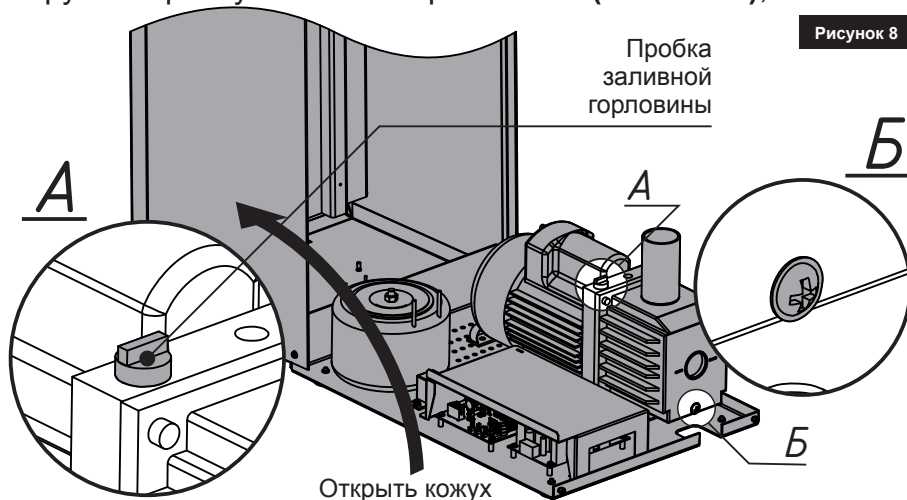

Рисунок 8
3. Откройте кожух вакуумного упаковщика (см. Рис. 8) по направлению стрелки;
4. Открутите пробку заливной горловины **А** (см. Рис. 8);
4. Открутите винт сливного отверстия **Б** (см. Рис. 8);